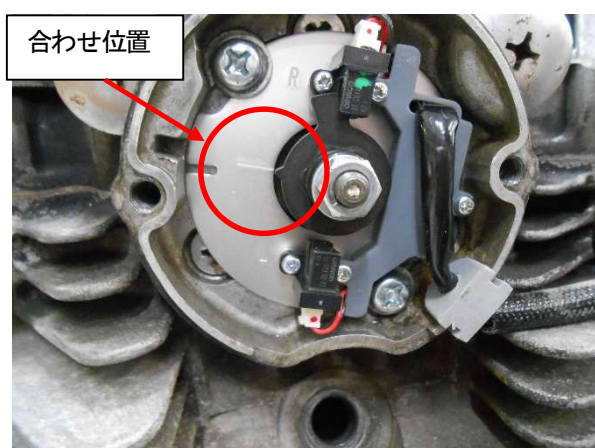
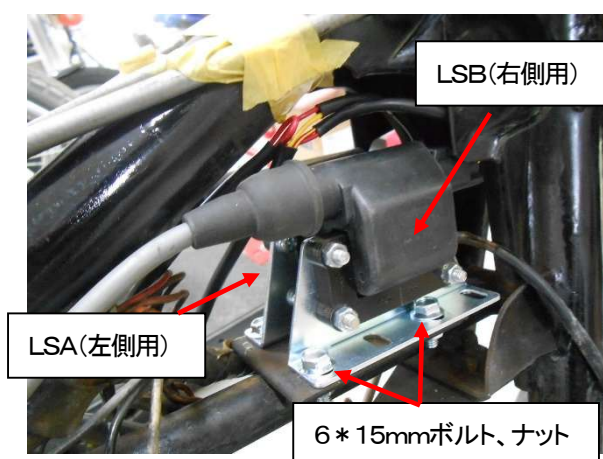
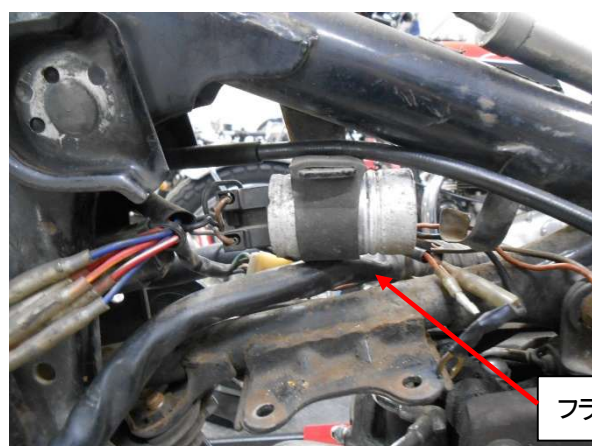

図5、タイミングプレートの本締め
図6、SP2 コイルの装着
図7、フラッシャーリレー
- ⑥タイミングプレートタイミングロータとの位置を合わせ本締めして下さい(図5)。
- ⑦9ページ「プラグコードコネクタ装着方法」に従ってプラグコードを SP2 コイルに装着して下さい。プラグコードノキャップはリーク防止のため、新品又は良品を使用して下さい。
- ⑧ガソリタンクを外し、ノーマルコイルを外して下さい。SP2 コイルを付属の6 * 15mmボルト * 4、6mmナット * 4を使用して装着して下さい(図6、8)。コイル取付部にフラッシャーリレーがある車両(図7)については付属のステーを使用して(ホーン取付ボルトと共締め)移設して下さい。
- ⑨SP2 コントロールユニットの取付位置を決めてください。スイッチ面に水などが溜まらないように配置して下さい。